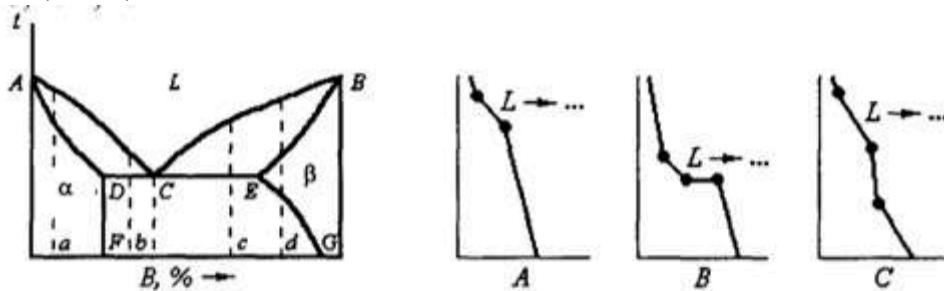

Рис. 31
**№ 65. Какому сплаву (каким сплавам) принадлежит кривая охлаждения В (рис.31)?**